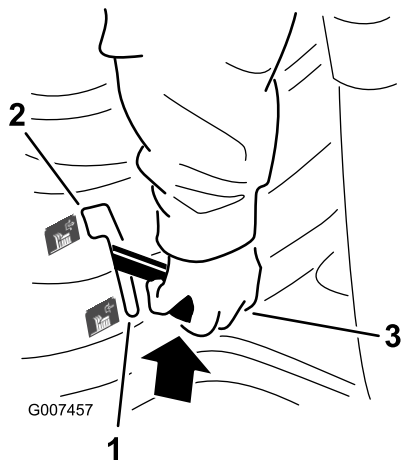

Figure 7
- 2. Lentement, placez la commande de lame (PDF) en position embrayée (Figure 7).
- 2. Mettez la commande des lames (PDF) en position Désengagée (Figure 7).